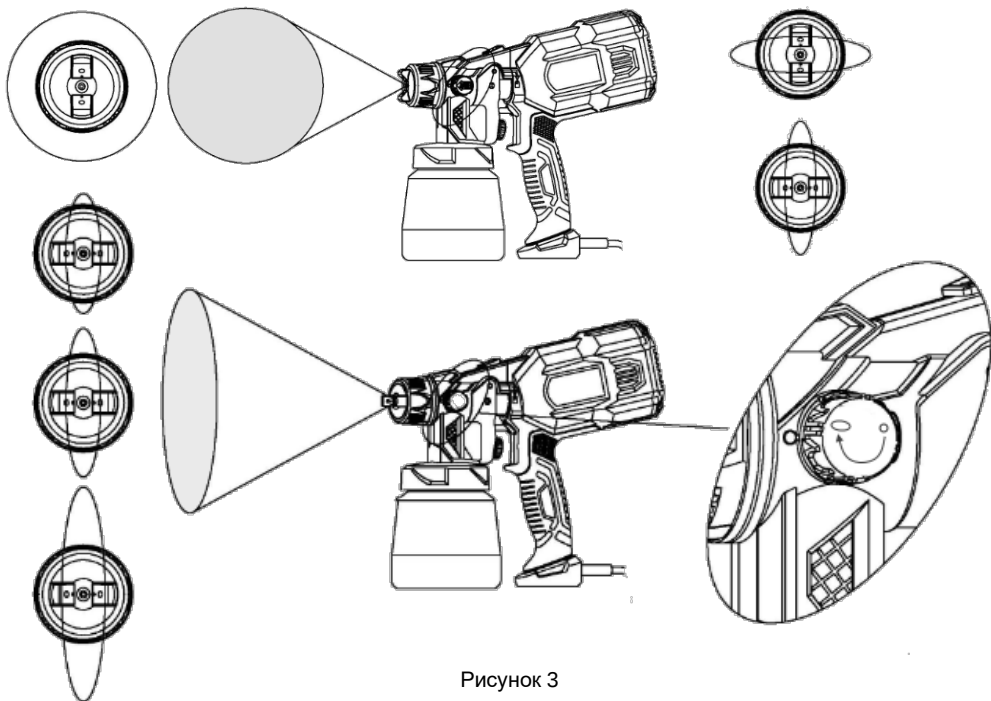

Рисунок 3
4.8 Регулятором орієнтації факела (2) оберіть необхідне положення (вертикальне або горизонтальне, дивіться рисунок 3).